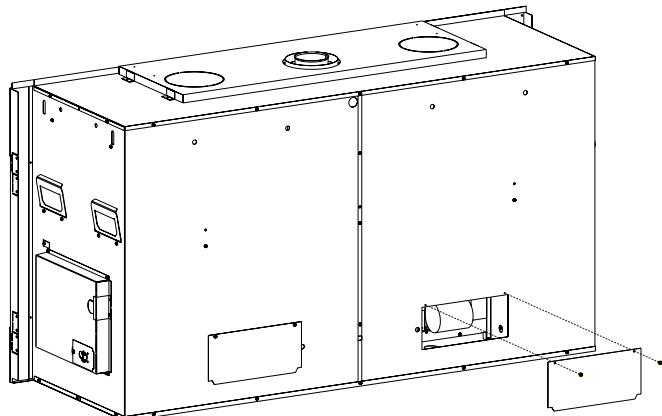

Figure 5
1. Déposer les panneaux d'accès pour soufflerie. **Voir Figure 5.**
5. Remettre en place les panneaux d'accès de soufflerie déposés à l'étape 1. **Voir Figure 5.**